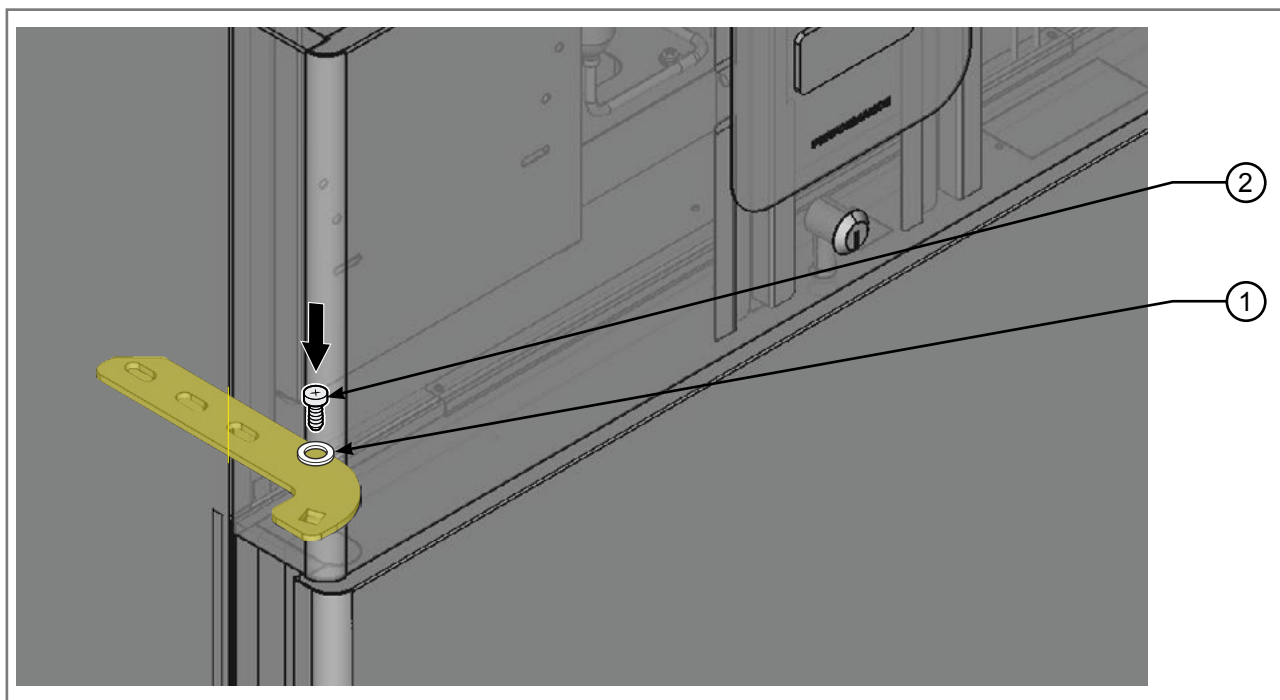

Abb. 3.28 - Schrauben der oberen Türangel
- Die Unterlegscheibe auf die obere Türangel setzen (1 – Abb. 3.28).
- Die Schraube an der oberen Türangel festziehen (2 – Abb. 3.28).